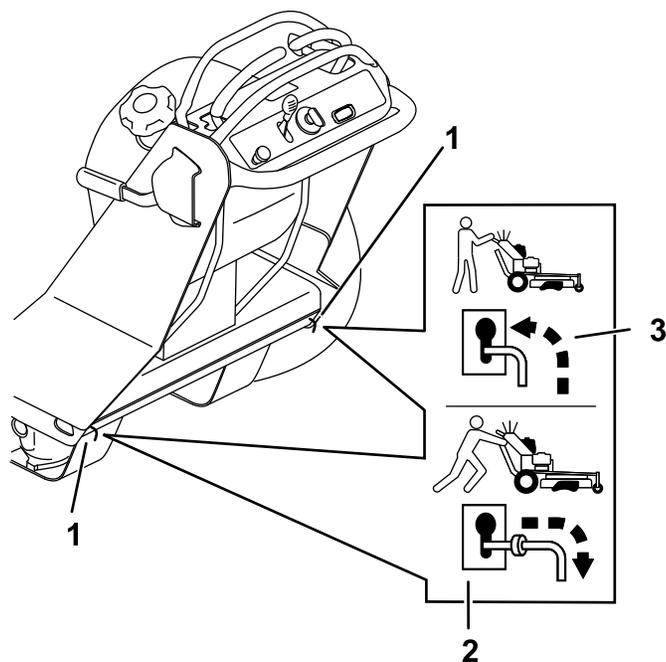

Рисунок 21
4. Вытяните рычаги перепуска назад через профилированные отверстия и опустите вниз, чтобы зафиксировать их на месте (Рисунок 21).
Переместите рычаги перепуска вперед через профилированные отверстия и опустите вниз, чтобы зафиксировать их на месте, как показано на Рисунок 21.